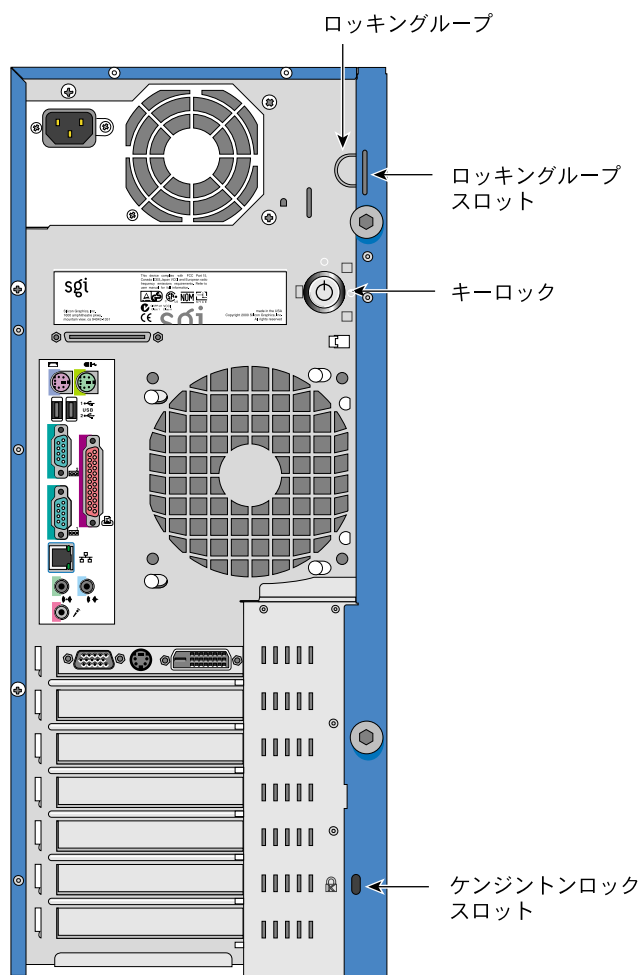

図 2-34 ロッキングループの位置
2. ロックングループの位置を確認します。ロックングループの位置については、図 2-34 を参照してください。
4. 本体の背面に面しているスロットの位置を確認します。スロットの位置については、図2-34を参照してください。